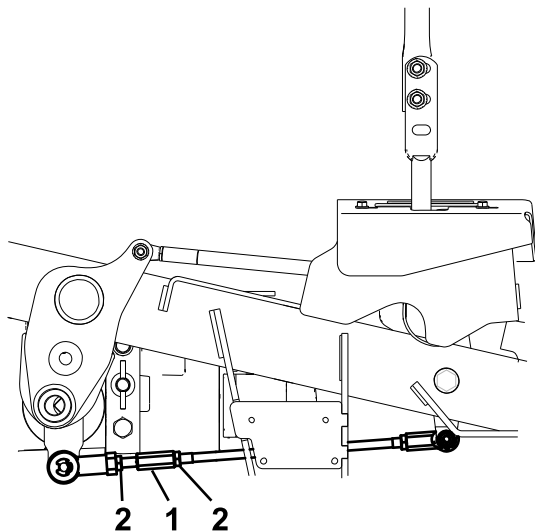

Figura 67
9. Ajuste la longitud de las varillas de control de las bombas girando las tuercas dobles de la varilla en el sentido apropiado, hasta que las ruedas se muevan ligeramente en marcha atrás (Figura 67).